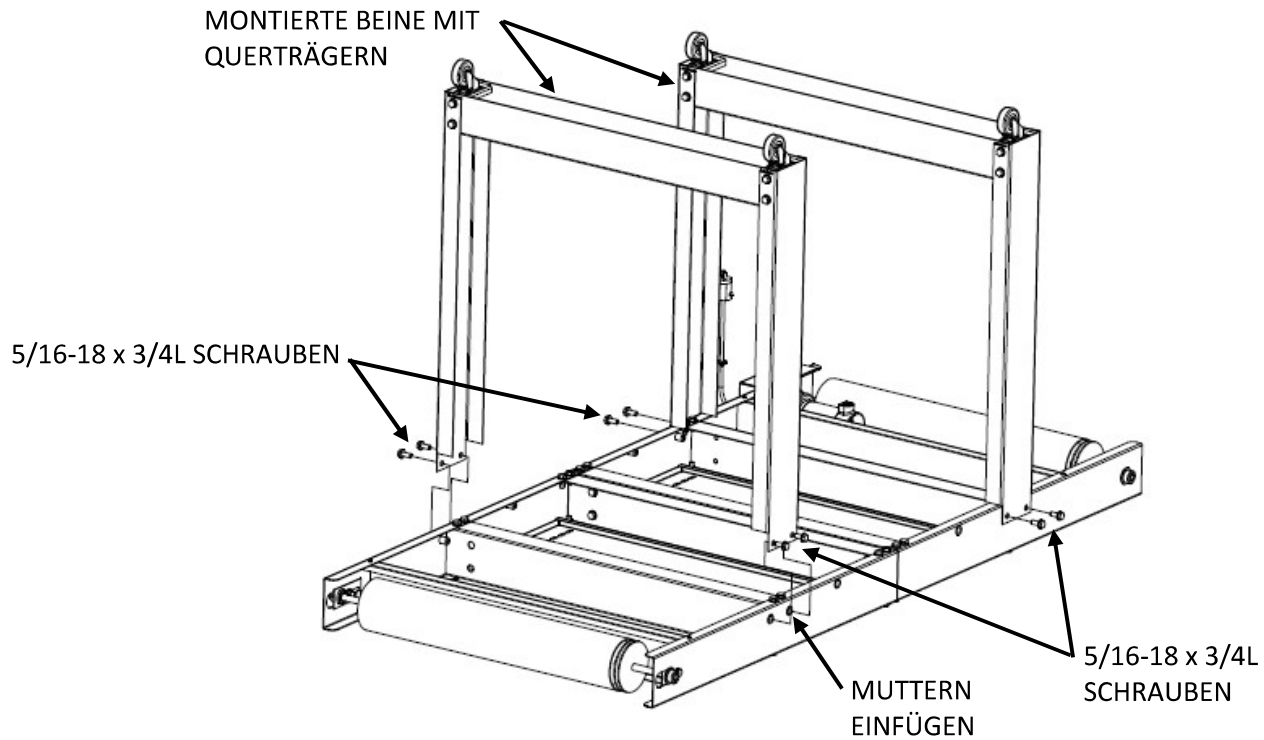

Abbildung 3
7. Legen Sie die zusammengebauten **BEINE** mit **QUERTRÄGERN** über den **FÖRDERER** und richten Sie die Bohrungen der **BEINE** mit den **EINGEFÜHRTEN MUTTERN** des **FÖRDERERS** aus (siehe **Abbildung 3**).